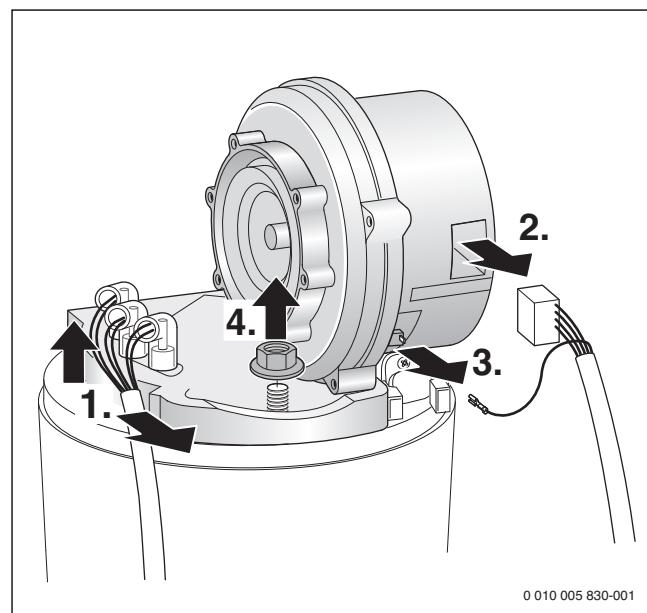

Рис. 47 Выньте вентилятор
- ▶ Демонтируйте смесительное устройство (\rightarrow рис. 47).